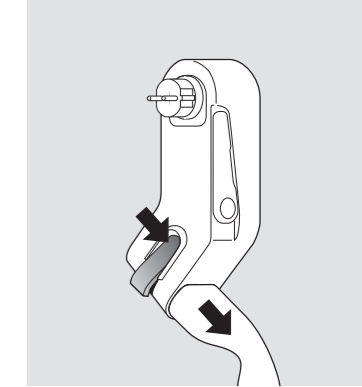

Fig. 3 : Déverrouillage de prise de type 2
- Débranchez le chargeur Mobility Dock (A) de la prise de courant.
- Débloquez (D) le support mural (E) et amenez-le en position de départ.
- Déverrouillez s'il y a lieu la fiche de charge avec le levier orange (B) et débranchez-la (Voir fig. 3).